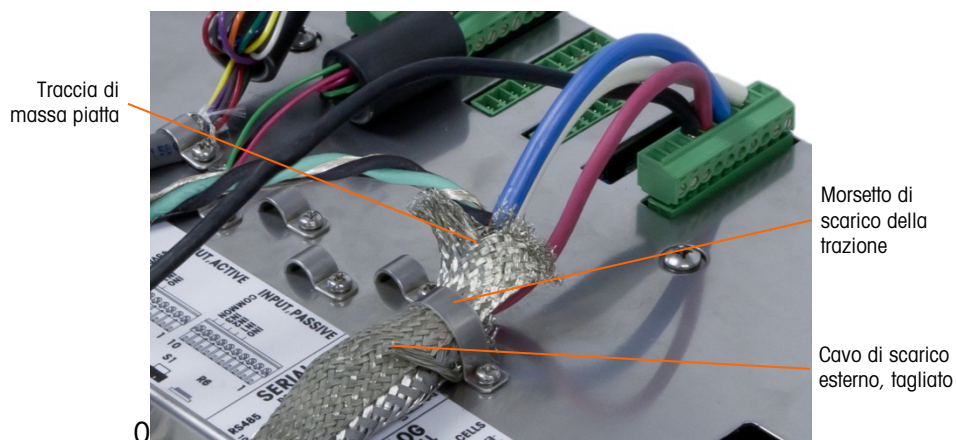

Figura 2-68: POWERCELL PDX terminazione treccia generale esterna, contenitore con montaggio a pannello
5. Far scorrere in avanti la treccia esterna a coprire la treccia interna e la lamina. Estrarre il cavo di scarico esterno sulla treccia esterna e tagliarlo a circa 25 mm (1 pollice). Disporre la treccia di massa piatta intorno al cavo generale e al il filo di scarico per poi fissare il tutto al coperchio posteriore dell'IND780 mediante il morsetto di scarico della trazione in dotazione all'unità (Figura 2-68). L'altra estremità della treccia piatta è terminata sull'asta di terra.